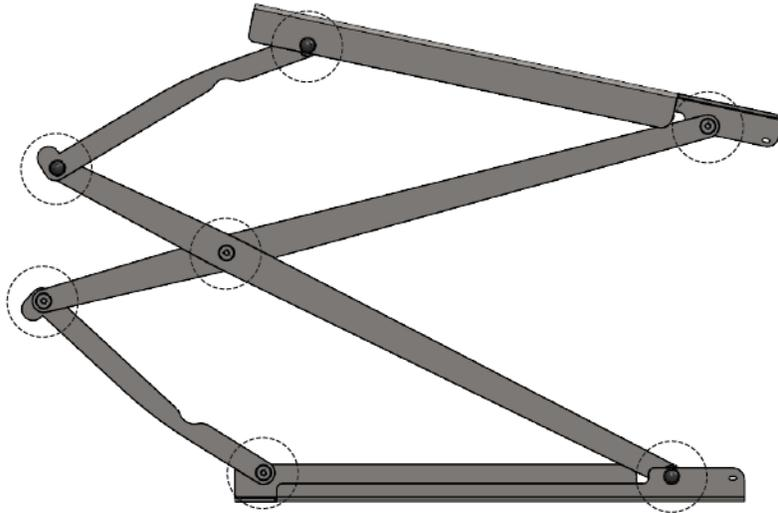

Fig. 10
- Une fois par an avant la saison, vérifiez le serrage des vis et des écrous et resserrez-les si un jeu est détecté. Vérifiez le bon mouvement de la charnière. **Fig. 10**